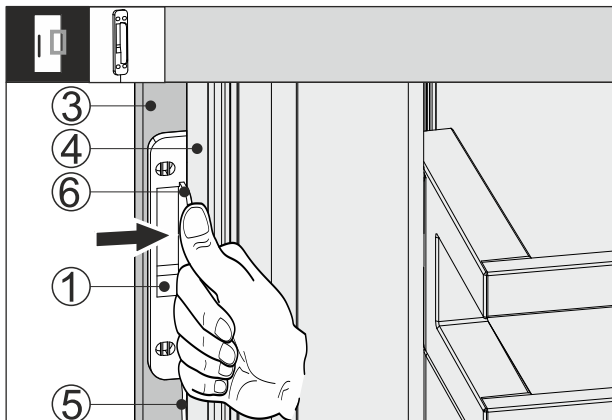

Fig. 65
- Klopfsensor Fig. 65 (1) zwischen Möbelfront Fig. 65 (3) und Gerätetür Fig. 65 (4) schieben, so dass das Kabel Fig. 65 (5) leicht gespannt ist. Der Anschlag Fig. 65 (6) des Klopfsensors liegt an der Gerätetür Fig. 65 (4) an.
- Klopfsensor Fig. 65 (1) an der Möbelfront Fig. 65 (3) anpressen.
- Klopfsensor Fig. 65 (1) ist angeklebt. Das Ankleben des Klopfsensors optimiert die Übertragung des Klopfsignals.
Dauerhafte Fixierung des Klopfsensors Fig. 65 (1) erhöht die Lebensdauer.
- Klopfsensor Fig. 65 (1) mit den mitgelieferten Schrauben an der Möbelfront Fig. 65 (3) anschrauben.